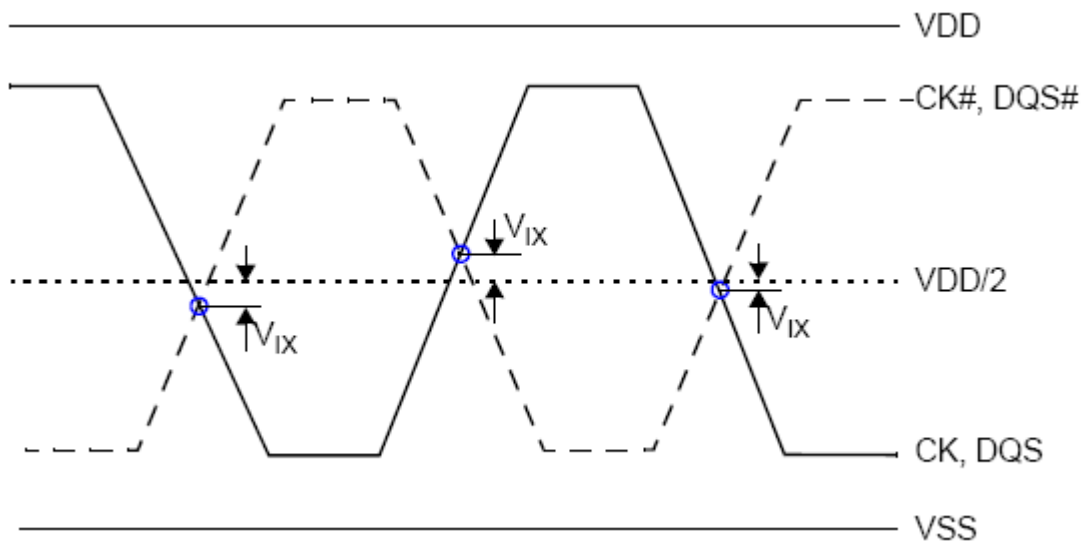

图 5.4 Vix 定义
作为时序测量的参考负载，单端信号的下降沿和上升沿输出斜率的定义和测量在 VOL (AC) 和 VOH (AC) 之间，如表 5-11 和图 5.4 所示。